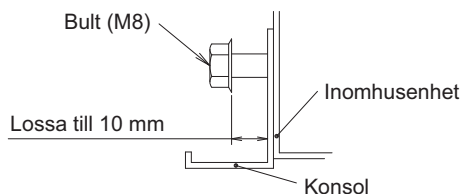
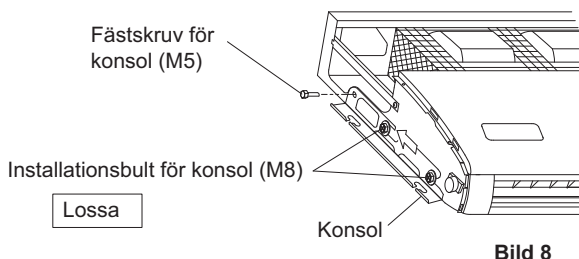

Bild 7
Bild 8
- Ta upp genomföringshålet på kabelinföringssidan på baksidan eller ovansidan och installera sedan den medföljande bussningen (10).
- Lossa de 2 bultarna som fäster konsolerna på sidorna (M8) (4 platser vänster och höger) till under 10 mm. (Se bild 7 och bild 8)
- Ta bort fästskruven för konsolen på baksidan (M5), dra konsolen bakåt (i pilens riktning) och ta bort den. (Se bild 8)